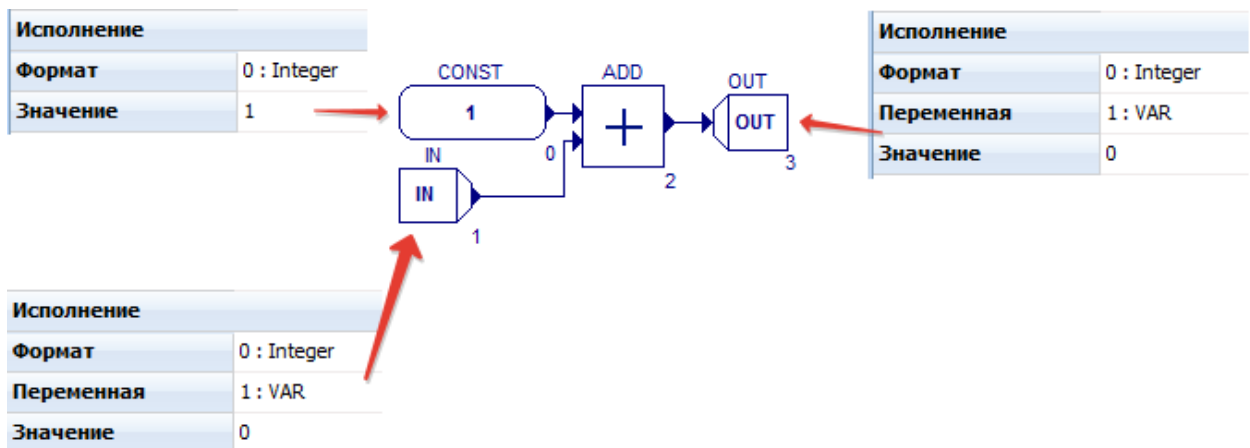

Рис. 104. Настройки в схеме внутри **WHILE / FORMULA**
11. Создайте внутри блока **FORMULA\_WHILE** схему, аналогичную представленной на рис. 104: